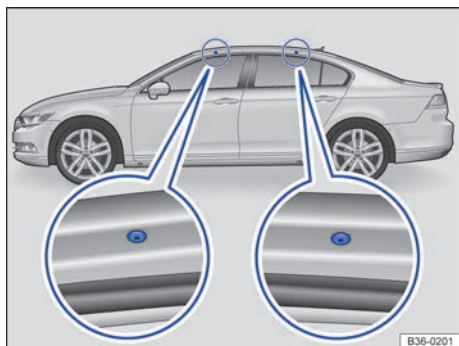

Fig. 260 Debajo de las juntas de las puertas delanteras y traseras: puntos de fijación para los soportes básicos.
Los orificios para fijar los soportes básicos se encuentran en la parte inferior de los largueros del techo → fig. 260 (imágenes ampliadas).
- Monte los soportes básicos únicamente en los orificios que aparecen señalados en la figura → fig. 260.